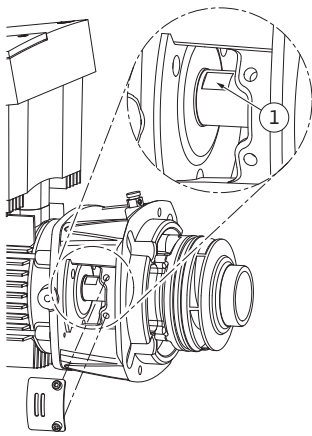

Fig. 52: Nøgleflader på akslen
15. Før en gaffelnøgle, optimal nøglevidde 22 mm, ind i lanternevinduet, og hold akslen fast med nøglefladerne (fig. 52, pos. 1). Skru pumpehjulsmøtrikken (fig. 7, pos. 15) ud. Pumpehulet (fig. 7, pos. 16) trækkes automatisk af akslen.
24. Før ved montering af pumpehjulet en gaffelnøgle, optimal nøglebredde 22 mm, ind i lanternevinduet, og hold akslen fast med nøglefladerne (fig. 52, pos. 1).